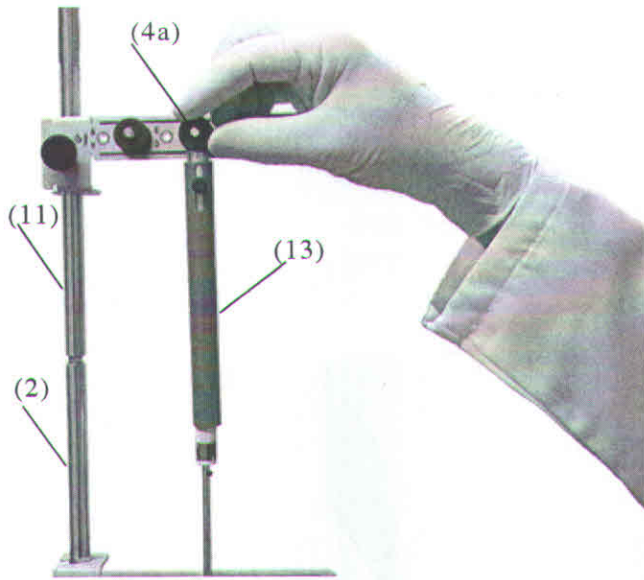

Figura 6
• Parafuse a haste curta (300 mm) (11) na extremidade da haste longa (800 mm) (2).
• Fixe o alinhador com mufa (4) na haste curta (11).
• Fixe o olhal do dinamômetro (13) com o manípulo (4a), conforme a Figura 6.